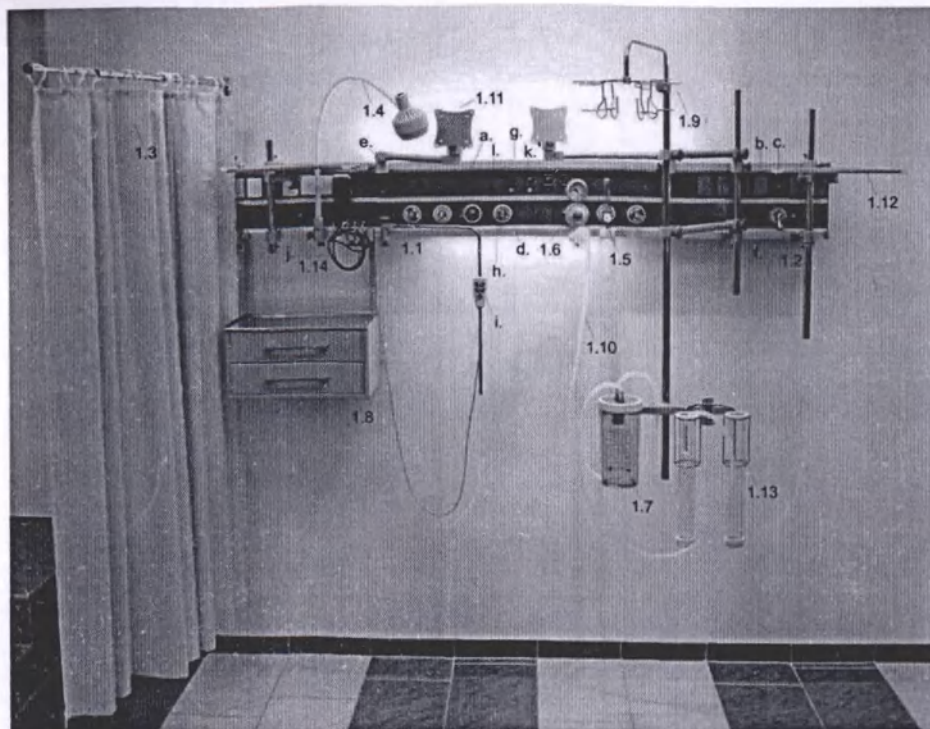
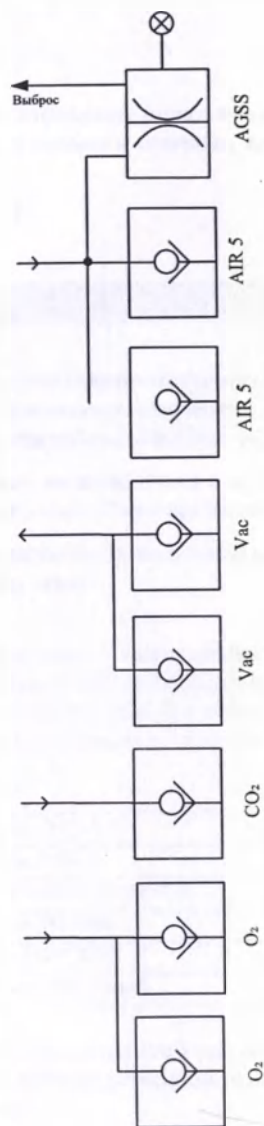
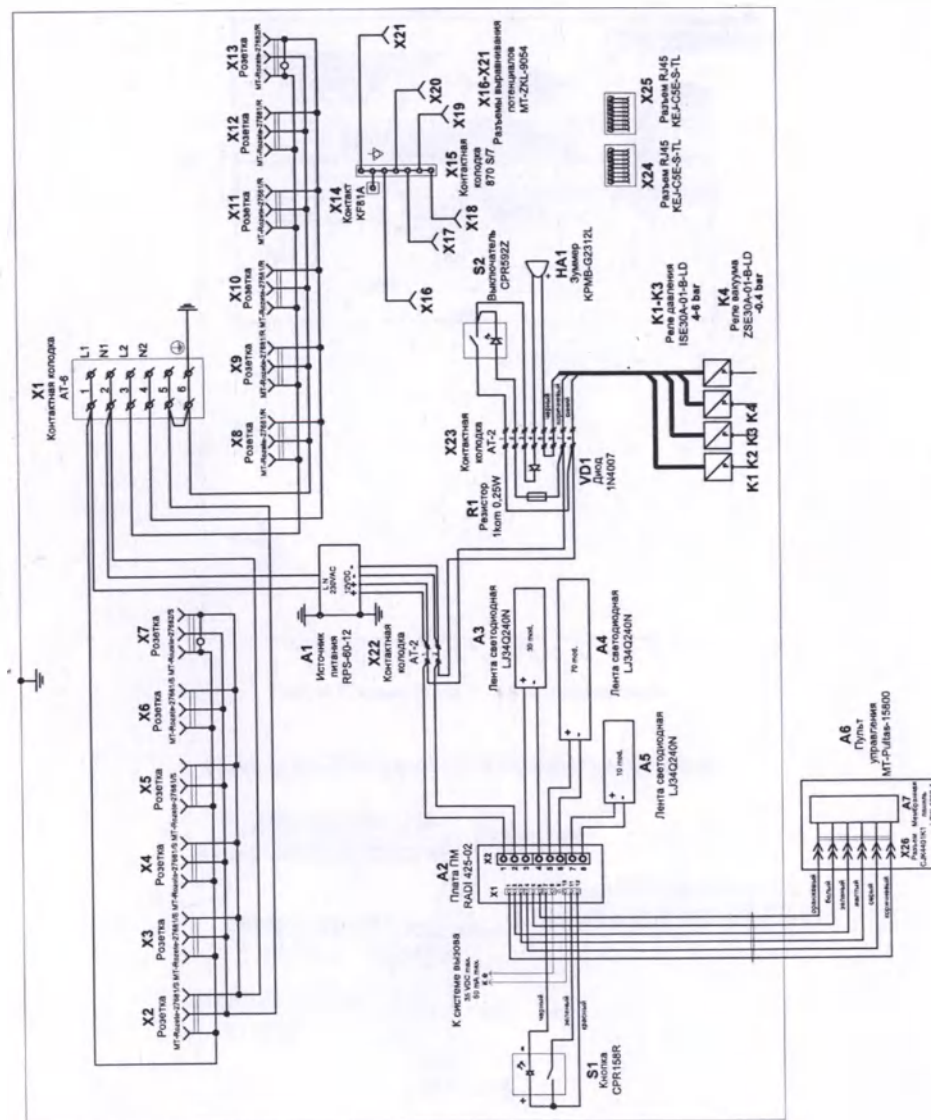

Рис. 1 Расположение клапанов медгазов, электророзеток и основных органов управления на базовом блоке настенной консоли
Рис. 2 Пневматическая схема настенной консоли
Рис. 3 Схема электрическая принципиальная настенной консоли
- 6.3. Общий вид и составные части медицинского изделия Рис. 1, пневматическая схема консоли приведена на Рис. 2, электрическая - на Рис. 3.
- Изделие оснащено встроенным **МНОГОРОЗЕТОЧНЫМ СЕТЕВЫМ СОЕДИНИТЕЛЕМ** (см.рис.3, розетки X1-X3 и X4-X6). Подсоединение электрических изделий к **МНОГОРОЗЕТОЧНОМУ СЕТЕВОМУ СОЕДИНИТЕЛЮ** фактически приводит к созданию **МЕДИЦИНСКОЙ**
- б) при отсутствии напряжения во всей группе розеток (световые индикаторы (Рис.2) не светятся необходимо убедиться: